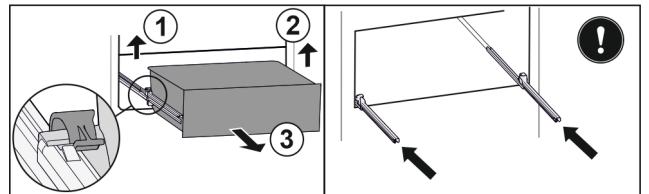

Fig. 34
- ▶ Повдигнете лявата скоба и едновременно с това изтеглете напред чекмеджето отляво. Fig. 34 (1)
- ▶ Повдигнете дясната скоба и едновременно с това изтеглете напред чекмеджето отдясно. Fig. 34 (2)
- ▶ Извадете чекмеджето напред. Fig. 34 (3)